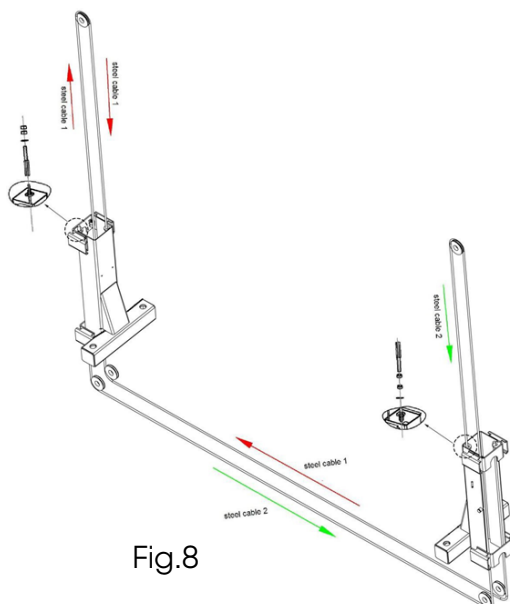

Fig.8
Passo 6: Conecte cabos de aço. (Fig 8)